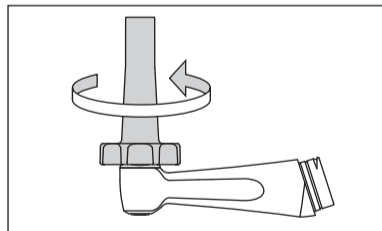

図9
- 4) レンチをヘッドキャップに合わせ、反時計回りに回し、ヘッドキャップを取り外します。(図9)